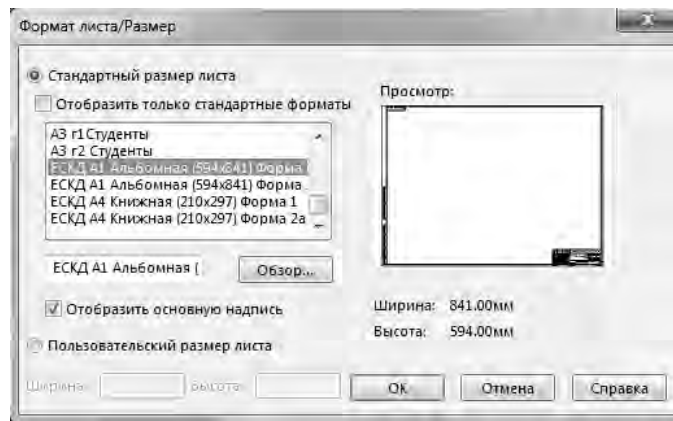

Рисунок 39 – Опция выбора чертежного формата листа
– в появившемся окне из списка выбрать необходимый чертежный формат листа и нажать «ОК» (рисунок 39);